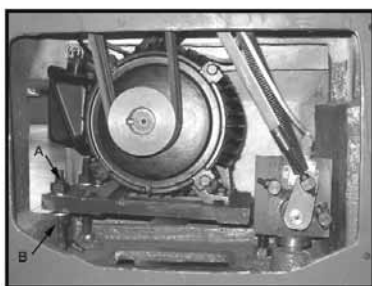

Fig. 20
3. Løsne inseksskruen (A, fig. 20). Legg en trekloss som kan brukes som hevarm under motoren. Løft opp motoren og blokken.
6. Spenn reimene ved å løsne skruen (B, fig. 20) og trekk til skruen (A, Fig. 20) til de kan trykke inn reimene knappe 2 cm (3/4").